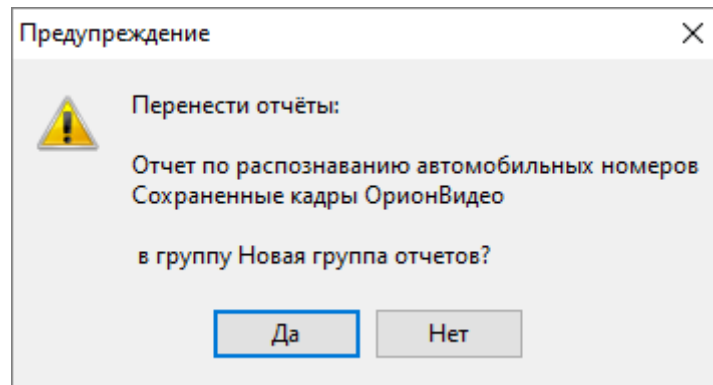

Рисунок 11-304 Предупреждение о перемещении отчетов
- 5) в появившемся окне предупреждения о перемещении отчетов (см. Рисунок 11-304) отобразится информация о том, какие отчеты перемещаются и о том, в какую группу они перемещаются. Нажмите кнопку «Да», чтобы подтвердить перемещение отчетов (либо нажмите кнопку «Нет», чтобы отказаться от перемещения отчетов).